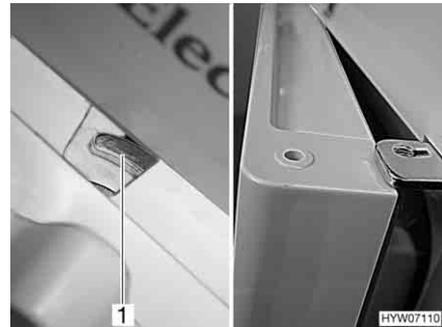

Fig. 141 Puerta del frigorífico/puerta del compartimento congelador en posición de ventilación (Dometic de la serie 7 con compartimento congelador separado)
- Empujar el bloqueo completamente hacia la derecha. La puerta del frigorífico/puerta del compartimento congelador se fija con ayuda del bloqueo de la puerta (Fig. 141,1). De este modo, la puerta del frigorífico/puerta del compartimento congelador quedará ligeramente abierta (Fig. 141).